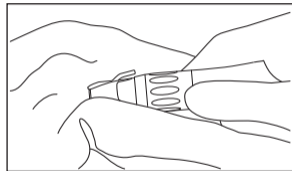

Fig. 12
2) Nettoyez la surface externe de la pièce à main à l'aide d'un chiffon imprégné de désinfectant ou d'éthanol avec une concentration de 60 à 90 % (Fig. 12).